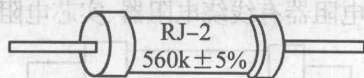

图 1-4 金属膜电阻器
(2)金属膜电阻器。金属膜电阻器是采用金属膜作为导电层,也属于膜式电阻器的一种。它是用高真空加热蒸发等技术,将合金材料蒸镀在陶瓷骨架上制成的。通过刻槽或改变金属膜厚度,可以控制电阻值的大小。金属膜电阻器的外形如图 1-4 所示。